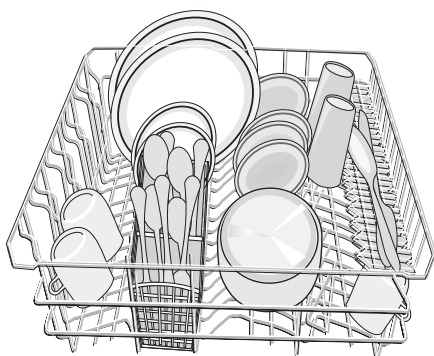

Figure 27/Illus. 27
1. Load the upper rack. Figure 27 shows a typical mixed load placed correctly in the upper rack.
1. Charger le panier supérieur. La figure 27 montre une combinaison typique correctement placée dans le panier supérieur.
1. Cargue el estante superior. La Ilustración 27 muestra una carga típicamente variada acomodada correctamente en el estante superior.